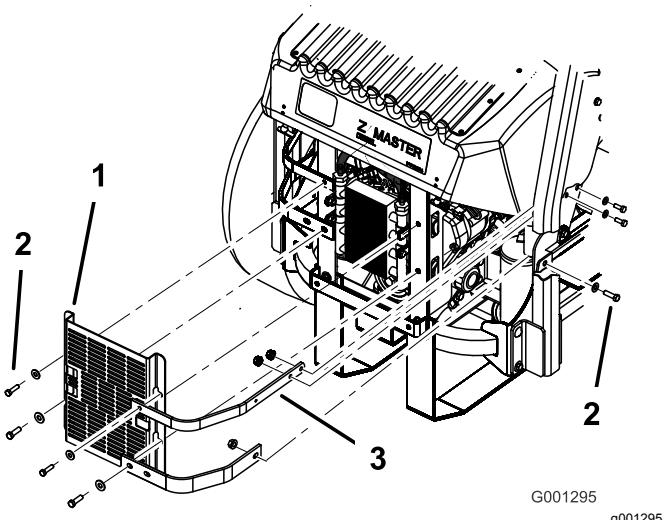

Figura 78
12. Instale el protector del enfriador de aceite y las bridas del motor al bastidor trasero con los 4 pernos que retiró anteriormente (Figura 78).
13. Instale las bridas del motor en el lateral de la máquina (Figura 78).